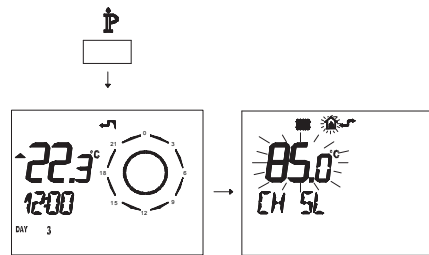

Figura 5.37
- Pulse durante más de 3 segundos el botón **P** para entrar en la modalidad **INFO** (Figura 5.37).